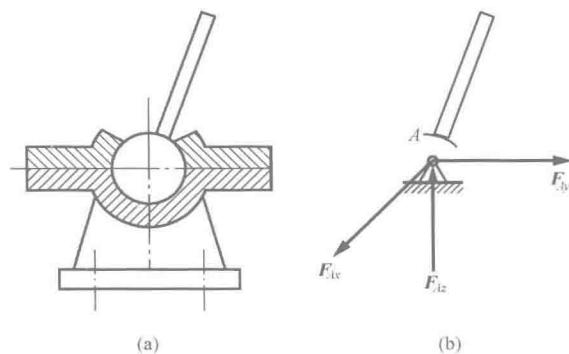

图 1-11
(1) 球铰链。通过圆球和球壳将两个构件连接在一起的约束称为球铰链，如图 1-11 (a) 所示。它使圆球的球心不能有任何位移，但构件可绕球心任意转动。若忽略摩擦，与圆柱铰链分析相似，其约束力应是通过球心但方向不能预先确定的一个空间力，可用三个正交分力  $F_{Ax}$ 、 $F_{Ay}$ 、 $F_{Az}$  表示，其简图及约束力如图 1-11 (b) 所示。